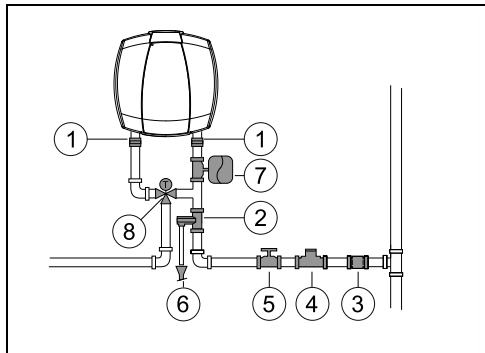

Fig. 9 Branșamentul de apă
- ▶ Montați supapa de siguranță la branșamentul de apă rece al boilerului (→ fig. 9 și 10).
- ▶ instalarea unei supape reductor de presiune (Fig. 9, 10, [4]). Supapa de preaplin se va activa atunci când presiunea apei din aparat depășește 8 bari (± 1 bar), motiv pentru care este necesară planificarea unui mod de scurgere a acestei ape.
- ▶ Instalați un vas de expansiune (Fig. 9, 10, [7]) pentru a opri deschiderea supapei de preaplin în mod frecvent. Volumul vasului de expansiune trebuie să fie echivalent cu 5% din volumul aparatului.